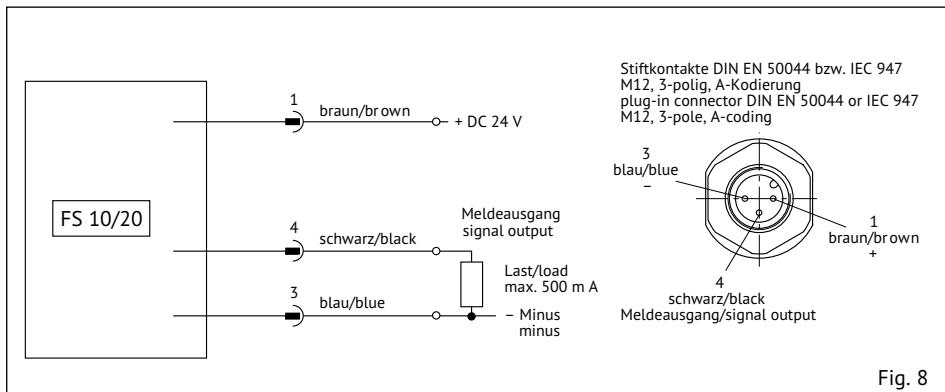

Fig. 8
- 1 Verbindung mit dem zugehörigen Kabel entsprechend dem Anschlussbild (siehe Fig. 8) herstellen.
- 1 Connect the supply by means of the appropriate cable (see fig. 8).